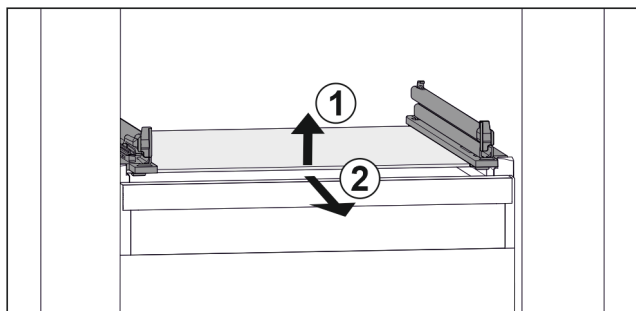

Fig. 71 Příklad znázornění skleněné desky
- ▶ Nadzvedněte skleněnou desku vpředu. Fig. 71 (1)
- ▶ Vyjměte skleněnou desku dopředu. Fig. 71 (2)